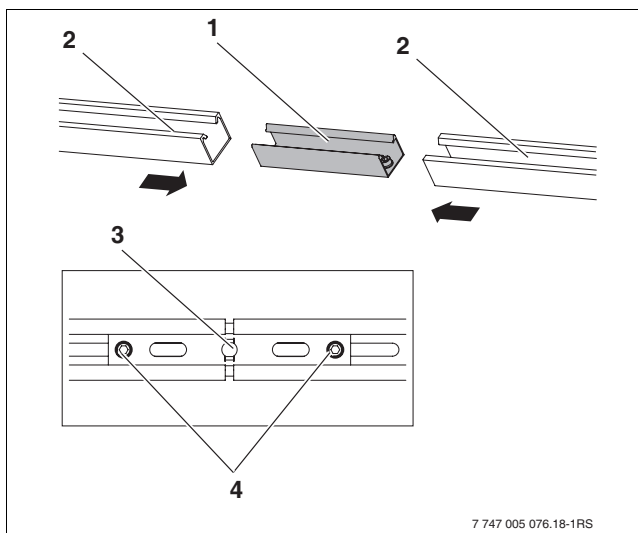

Bild 24 Profilschienen FD/ÜD verbinden
- ▶ Steckverbinder (Bild 24, [1]) bis zum Anschlag in beide Profilschienen [2] schieben.
- ▶ Zur Arretierung die beiden vormontierten Gewindestifte M10 (Bild 24, [4]) im Steckverbinder mit Schlüssel SW5 anziehen.
- ▶ Profilschienen FD/ÜD (Bild 24, [1]) zunächst an die mittlere Trägerschiene-Kollektor anschrauben, dazu Bohrung [3] im Steckverbinder nutzen.